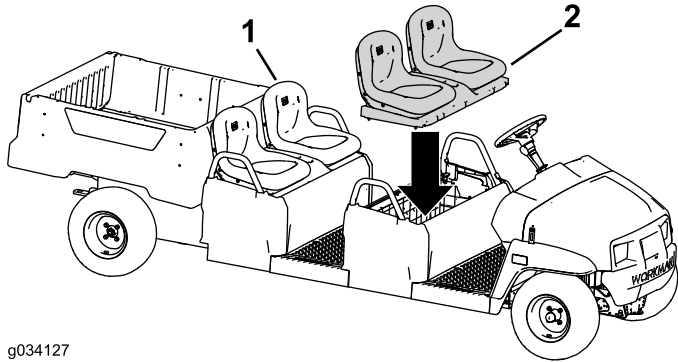

Figure 100
2. Montez l'ensemble sièges d'origine sur la rangée de sièges arrière (Figure 100).
3. Montez l'ensemble sièges sur la rangée de sièges avant (Figure 100).